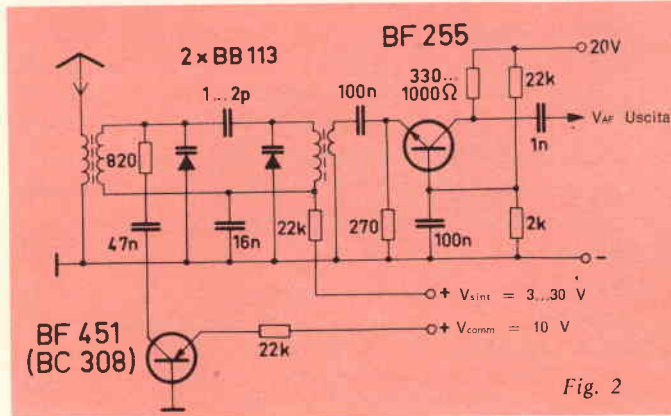

Fig. 2
- 3) Mediante un diodo o un transistor come interruttore prima dello stadio di amplificazione, vedi fig. 2.